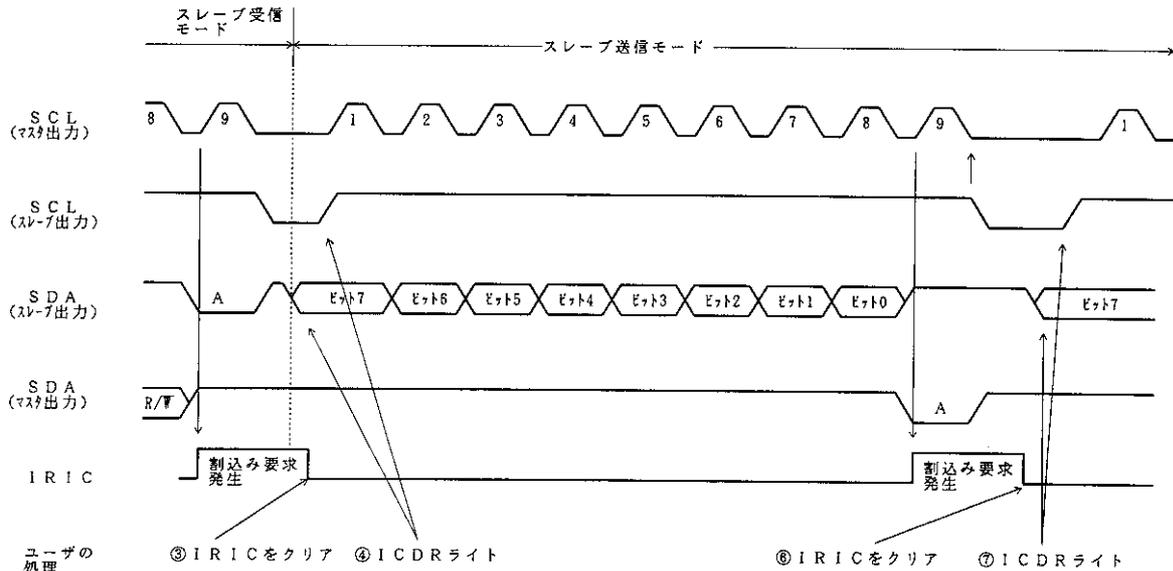

図14.8 スレーブ送信モード動作タイミング (M L S = W A I T = A C K = A C K B = “0” のとき)
- ① I C M RのM L S、W A I TおよびI C C RのM S T、T R S、A C K、C K S 2～C K S 0を動作モードに合わせて設定します。また、I C C RのI C Eを“1”にセットします。
- ② 開始条件を検出後の第1バイトでスレーブアドレスが一致したとき、9クロック目でスレーブデバイスはS D Aを“Low”レベルにし、アクノリッジを返します。同時にI C S RのI R I Cが“1”にセットされ、割り込みを発生します。また、8ビット目のデータ(R/W)が“1”のときI C C RのT R Sが“1”にセットされ、自動的にスレーブ送信モードに変化します。スレーブデバイスは送信クロックの立下がりからI C D RにデータをライトするまでS C Lを“Low”レベルにします。
- ③ ソフトウェアでI C S RのI R I Cを“0”にクリアします。
- ④ I C D Rにデータをライトします。スレーブデバイスは図14.8で示すタイミングでマスタデバイスが出力するクロックにしたがい、I C D Rにライトされたデータを順次送出します。
- ⑤ 1バイトのデータ送信が終了し、送信クロックの9クロック目の立上がりでI C S RのI R I Cが“1”にセットされます。このとき、I C C RのI E I Cが“1”にセットされているとC P Uに対し割り込み要求を発生します。またこのスレーブデバイスは送信クロックの立下がりからI C D RにデータライトするまでS C Lを“Low”レベルにします。マスタデバイスは9クロック目にS D Aを“Low”レベルにし、アクノリッジを返します。このアクノリッジはI C S RのA C K Bに格納されるので転送動作が正常に行われたかどうか確認することができます。
- ⑥ ソフトウェアでI C S RのI R I Cを“0”にクリアします。
- ⑦ 送信を続ける場合は次に送信するデータをI C D Rにライトします。
⑤から⑦を繰り返し行うことにより、送信動作を継続できます。送信を終了する場合はI C D RにH'FFをライトします。S C Lが“High”レベルのときS D A信号が“Low”レベルから“High”レベルに変化し停止条件を検出すると、I C S RのB B S Yが“0”にクリアされます。